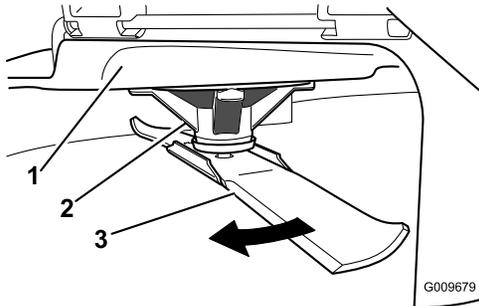

Figure 41
- Après vous être muni de gants épais ou d'une autre protection des mains adéquate, faites tourner la lame lentement jusqu'à une position permettant de mesurer correctement la distance entre le tranchant et la surface plane sur laquelle se trouve la machine (Figure 41).